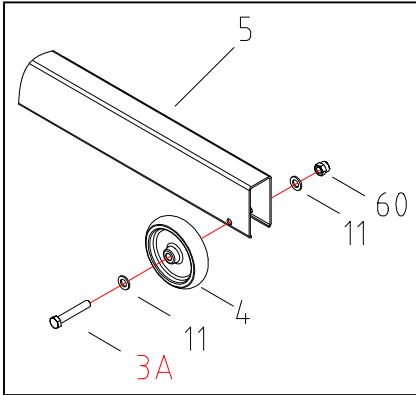

Abb. 1
Schritt 1 (Abb.1):
Montieren Sie die Schraube (3A#), die Mutter (60#) und die Unterlegscheibe (11#) in der in Abb.1 gezeigten Reihenfolge und setzen Sie das Vorderrad (4#) in die dafür vorgesehenen Löcher an dem Fahrgestell (5#) ein. Ziehen Sie die Mutter (60#) fest.